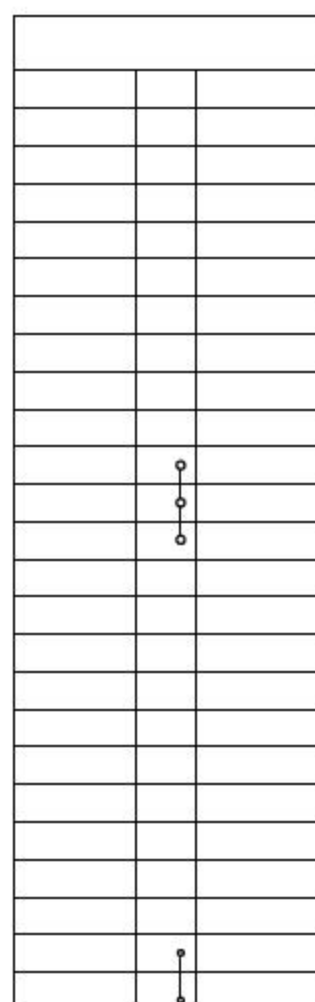

图10-47 绘制线路
- 02 调用L【直线】命令，绘制线路来连接端子，结果如图10-47所示。